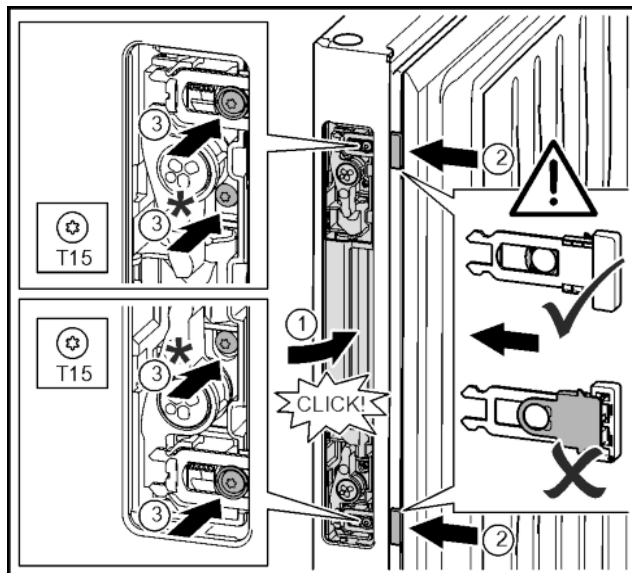

Fig. 34
- Вспомогательный механизм открывания двери вставить в отверстие с противоположной стороны и зафиксировать. Fig. 34 (1)
- По выемкам сдвинуть защелку механизма открывания двери до момента фиксации. Fig. 34 (2)
- Закрутить винты вместе с пластмассовыми выступами отверткой T15. Fig. 34 (3)